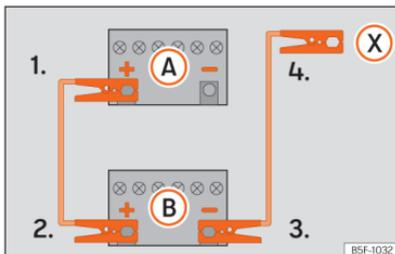

Abb. 154 Anschlusschema für Fahrzeuge ohne Start-Stopp-System.
4. Fahrzeuge ohne Start-Stopp-System: Klemmen Sie ein Ende des schwarzen Starthilfekabels an den Minuspol \ominus des stromgebenden Fahrzeugs **B** »» (Abb. 154).